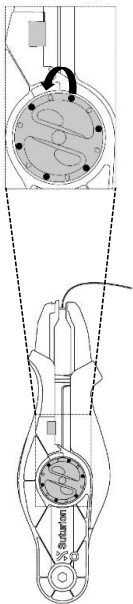

Figura 3
2. Gire la rueda de ajuste una marca en el sentido contrario al de las agujas del reloj (consulte la Figura 3).